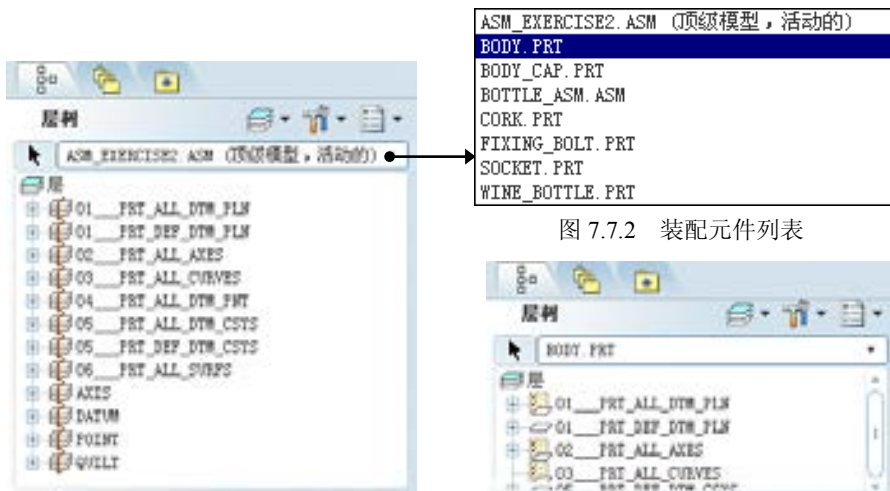
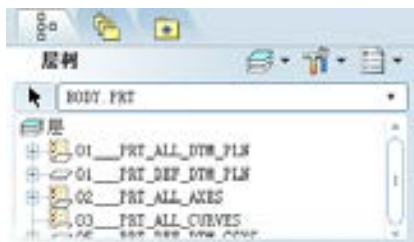

图 7.7.2 装配元件列表
图 7.7.3 零件层树
Step3. 选取对象。从装配模型下拉列表中选择零件 BODY.PRT，如图 7.7.2 所示。此时 body 零件所有的层显示在层树中，如图 7.7.3 所示。